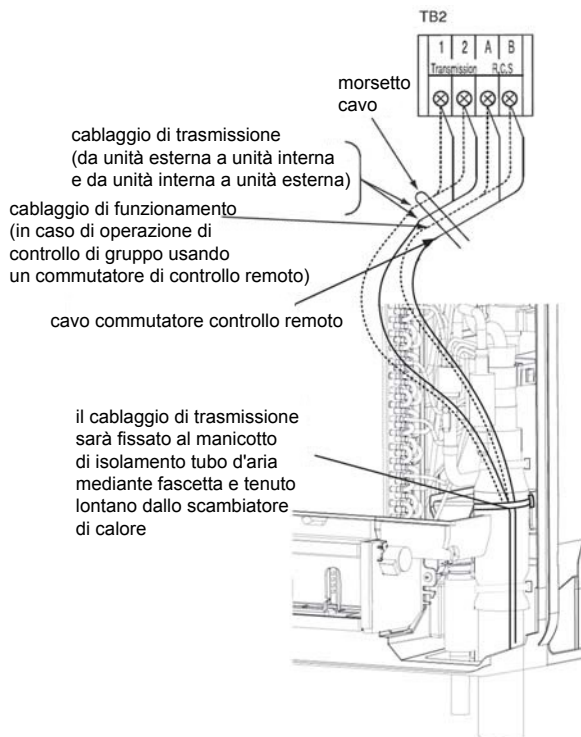

Fig. 7.3 Collegamenti elettrici dell'unità interna
(1) Fig.7.3. Collegare il cavo di un interruttore di controllo a distanza opzionale o un cavo di prolunga opzionale ai terminali all'interno della scatola elettrica attraverso il foro di collegamento.
(2) Collegare i cavi di alimentazione e di terra ai morsetti del quadro elettrico.
(3) Collegare i cavi tra l'unità interna e l'unità esterna ai terminali nella scatola elettrica.
(4) Bloccare strettamente i fili usando il morsetto del cavo.
(5) Estrarre l'anello magnetico e la fascetta dalla borsa accessori, mettere la linea elettrica intorno all'anello magnetico una volta e legarla strettamente